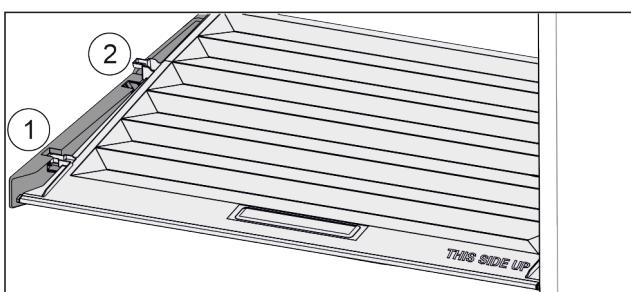

Fig. 35
- Кришку до отвору в деталях для підтримки потягнути вперед Fig. 35 (1).
- Підняти ззаду знизу та вийняти Fig. 35 (2) вгору.